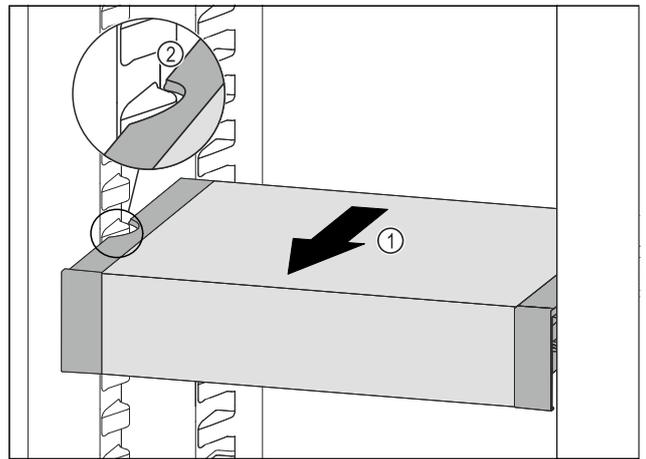

Fig. 121
- ▶ VarioSafe nach vorne ziehen Fig. 121 (1), bis sich die seitlichen Aussparungen des VarioSafes auf Höhe der Behälterrippe im Kühlteil befinden. Fig. 121 (2)